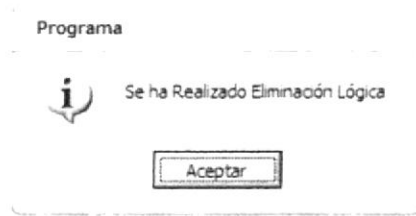

Figura 5.18 Mensaje de Eliminación de Empresa
3. Si se ha realizado la eliminación aparecerá el mensaje (Ver figura 5.18)